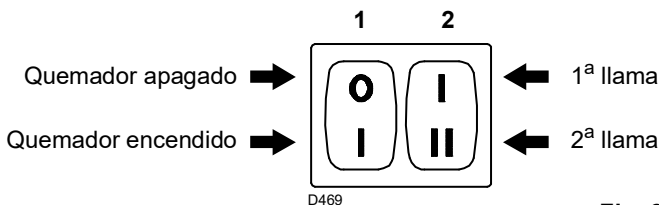

Fig. 24
- el interruptor 1)(Fig. 24) en posición "Quemador encendido";
- el interruptor 2)(Fig. 24) en posición "1ª llama"
Colocar el interruptor 2)(Fig. 24) en posición "2ª llama: el servomotor abrirá el registro de aire y simultáneamente abrirá también la válvula de mariposa del gas a 90°.
Colocar el interruptor 2)(Fig. 24, pág. 24) en posición "1ª llama: el servomotor 1) cerrará el registro de aire y simultáneamente cerrará también la válvula de mariposa del gas hasta 15°, es decir, hasta la regulación efectuada en fábrica.
- Si se desea aumentarlo, pasar a la 2ª llama accionando el interruptor 2)(Fig. 24, pág. 24) y aumentar un poco el ángulo de la palanca anaranjada mediante pequeños desplazamientos sucesivos, es decir, pasando del ángulo 15° a 17° - 19°....
- Apagar el quemador con el interruptor 1)(Fig. 24, pág. 24);